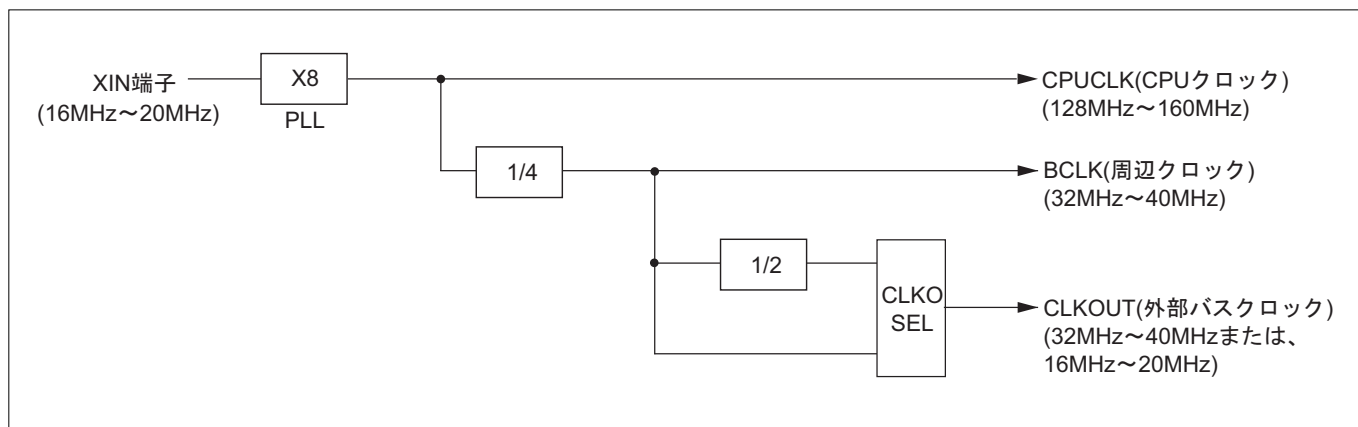

図1.1.1 クロック概念図
- 32192/32195/32196はクロック逡倍回路を内蔵しています。図1.1.1に 概念図を示します。